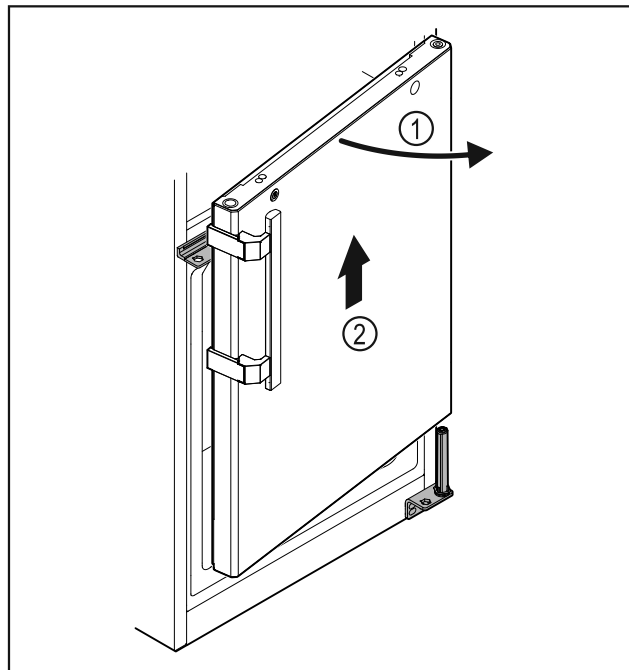

Fig. 27
- ▶ Lekko otworzyć drzwi Fig. 27 (1), podnieść prosto do góry o ok. 200 mm i zdjąć Fig. 27 (2).